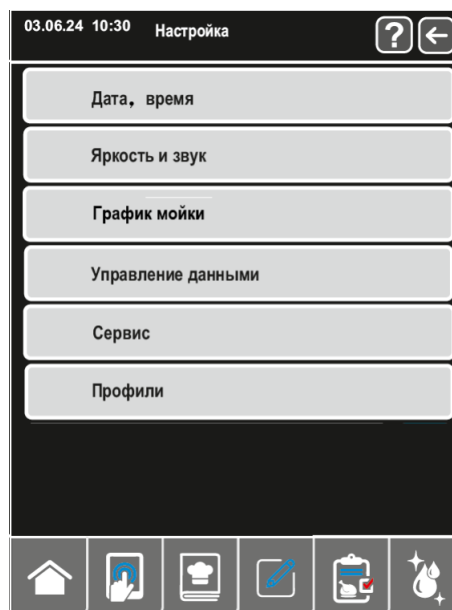

Рис.15. Окно настройки.
5.6.1 На главном окне см.рис.6 нажать  отобразиться окно настрока рис. 15.